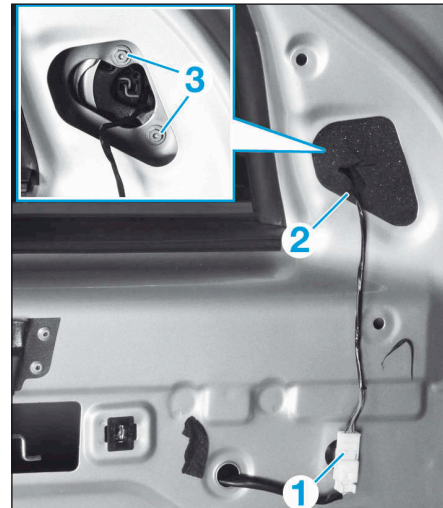

FIG.41
- Si équipé, débrancher le connecteur (1) (Fig.41).
- Déposer la mousse (2).
- Déposer les vis (3) puis le rétroviseur extérieur.